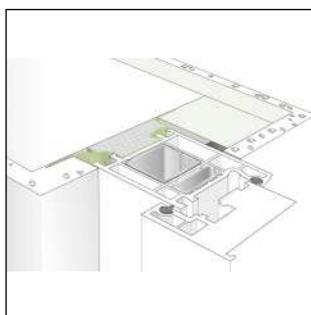

Fig. 3: fixer la membrane de la même façon à l'intérieur et à l'extérieur
- Poser la membrane de la même façon à l'intérieur du châssis et finir en l'appuyant fortement contre le mur (fig. 3 en 4).